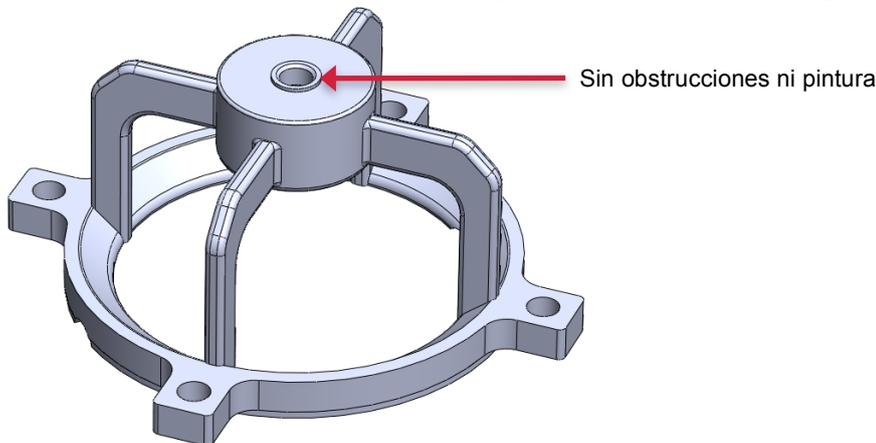

Figura 4-2 Área de descarga de la guía superior
- 4.1.1.1 La guía superior (artículo 1) es principalmente una pieza estructural. No debe haber pintura en el buje de la guía de esta pieza donde el vástago de la válvula ingresa en ella, o entre superficies adyacentes de la guía superior y el cuerpo de la válvula. El área de descarga a través de la guía superior (Figura 4-2) no deberá tener obstrucciones por materia extraña que impedirían el flujo libre del fluido de descarga.